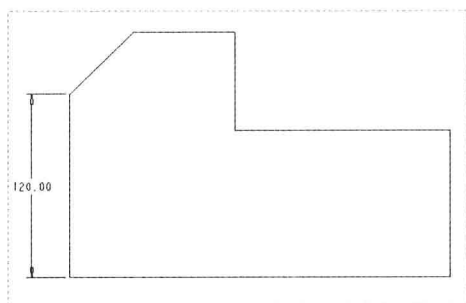

图 3-37 标注直线尺寸
Step 02 在绘图区最左侧的竖直直线上单击鼠标左键,移动鼠标指针至左方合适位置,单击鼠标中键,标注直线尺寸,如图 3-37 所示。